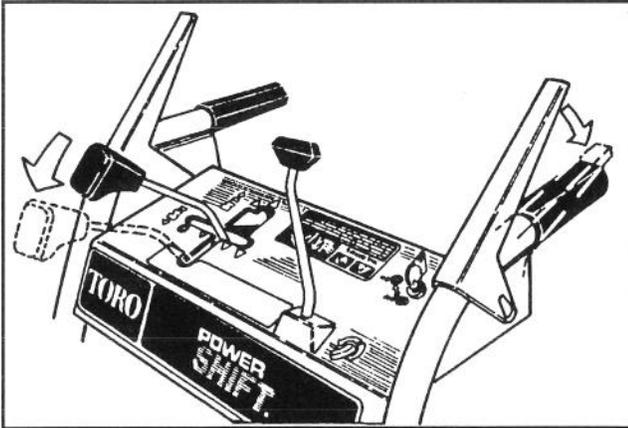

Abbildung 18
2. Um die Räder in die Vorderstellung oder Rückwärtsstellung zu bringen, die Schaltstange komplett nach vorn in die Power Shift-Stellung bringen und halten (Abb. 18).
3. Den Fahrtriebshebel voll einrasten lassen, um die Räder in eine unterschiedliche Stellung zu bringen (Abb. 18 und 19).